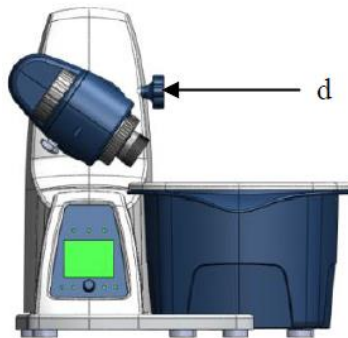

Figure 8
- Définir le lecteur à un angle d'approx.30 (Figure 8)